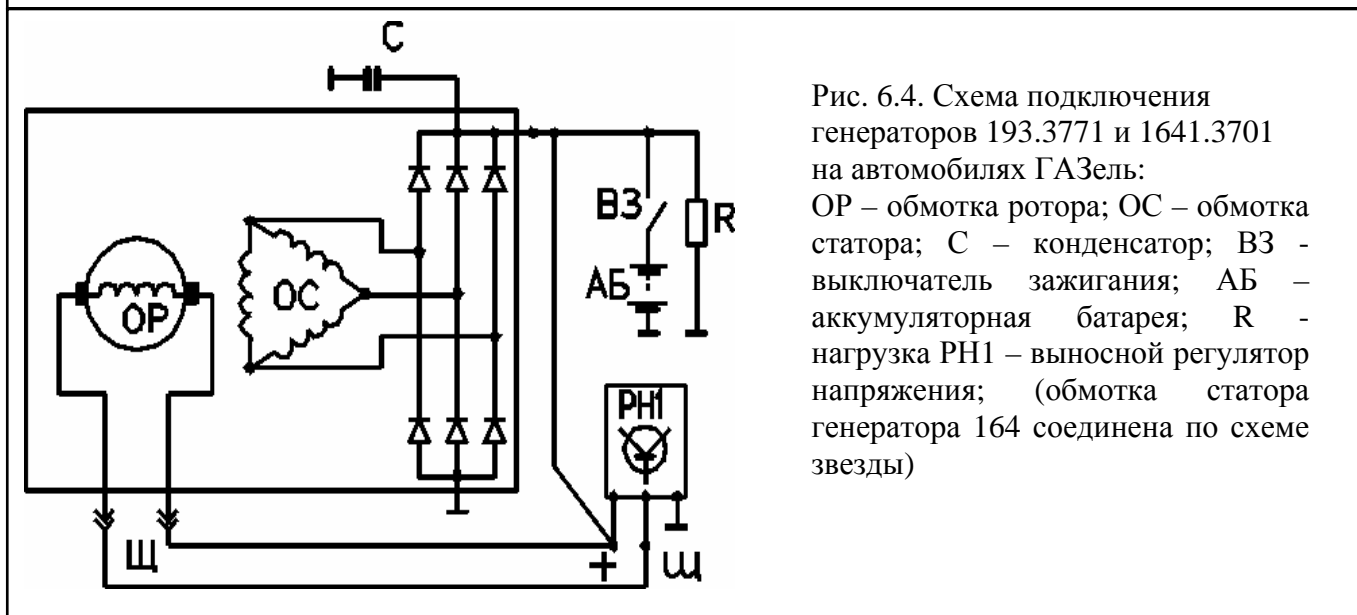

Рис. 6.4. Схема подключения генераторов 193.3771 и 1641.3701 на автомобилях ГАЗель:
3. Генераторы 1641.3701 и 193.3771 со встроенным выпрямительным блоком, работающие с выносными регуляторами напряжения (рис. 6.4);